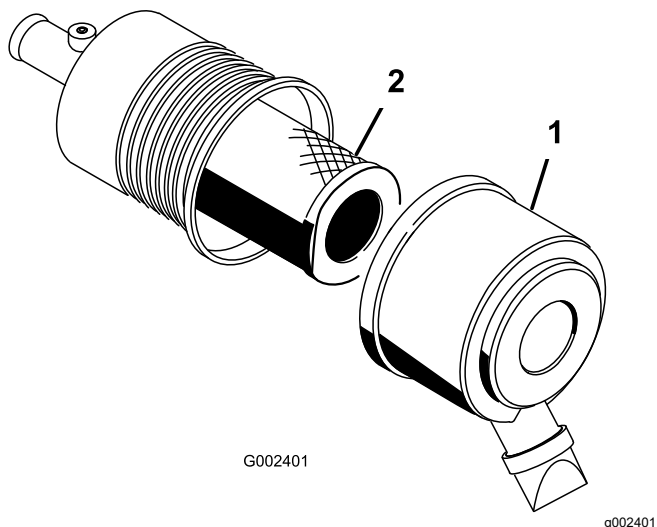

図 54
2. エアクリーナのカバーをボディーに固定しているラッチを外す 図 54。
3. エアクリーナのボディーからカバーを外す 図 54。
5. フィルタを取り外して交換する 図 54。